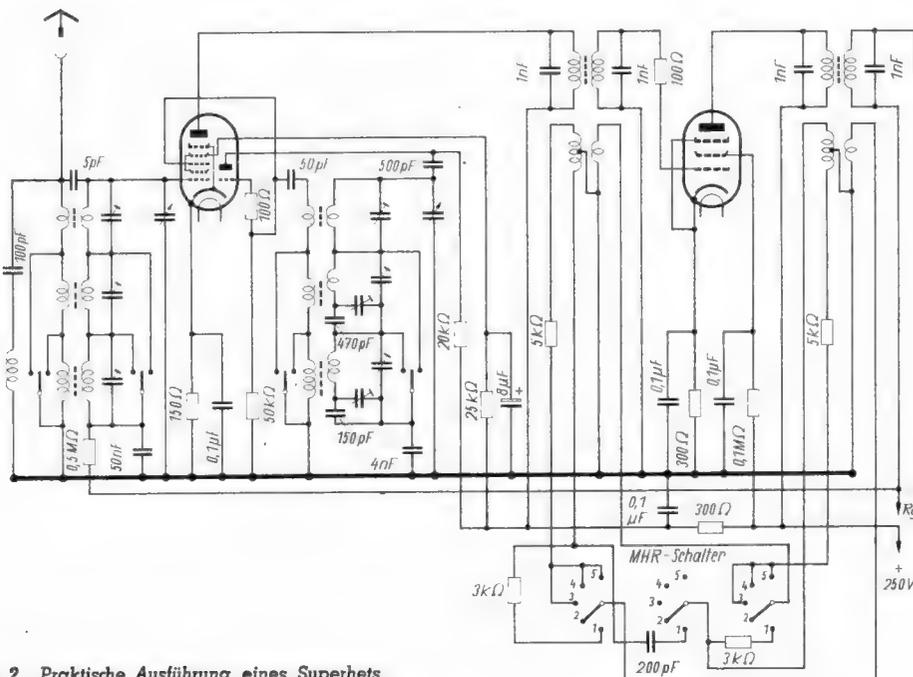

Bild 2. Praktische Ausführung eines Superhets mit MHR-Schaltung, wie sie in einem schweizerischen Industriegerät verwendet wird
**Praktische Ausführung (Bild 2)**